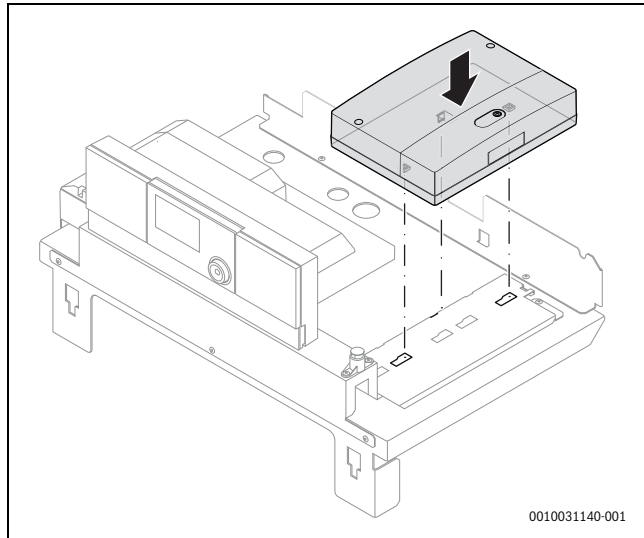

Bild 15 Montage des Elektronik-Moduls unter der Kesselhaube (Beispiel)
- Modul entsprechend Bild 15 und 16 unter der Kesselhaube montieren.